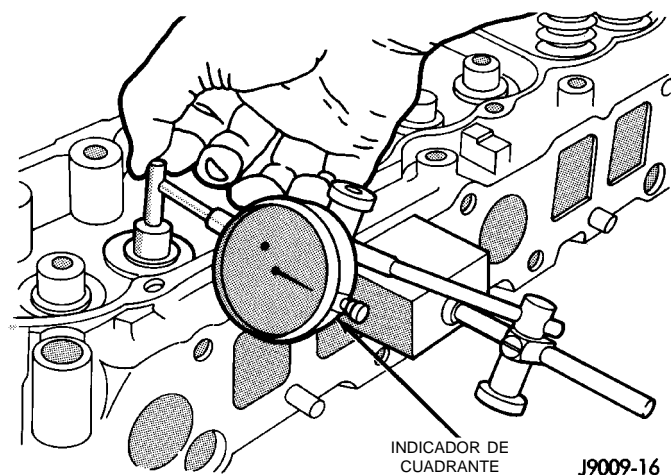

Fig. 66 Medición del movimiento lateral del vástago de válvula
(1) Con un indicador de cuadrante, mida el movimiento lateral del vástago de válvula (luz entre vástago y guía). Esta medición debe realizarse con la válvula instalada en su guía y sobresaliendo apenas de su asiento (Fig. 66).
(2) La luz correcta es 0,025-0,0762 mm (0,001-0,003 pulg.). Si el movimiento indicado excede la medida especificada, escarie la guía de válvula para que calce un vástago de válvula de sobremedida.